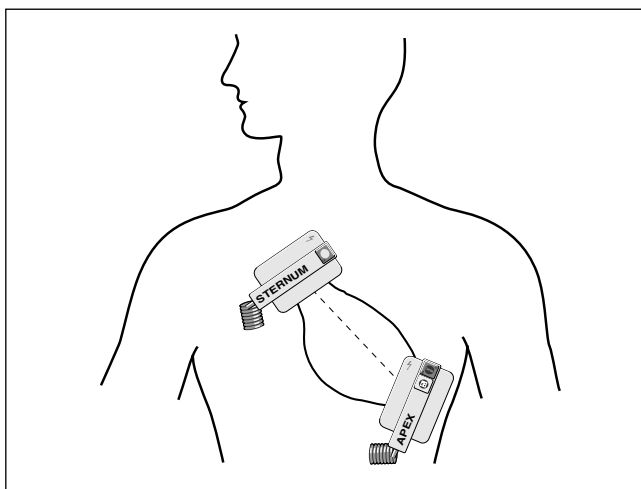

Bild 4-3. Aufsetzen der Defibrillationselektroden
- \* Setzen Sie die Elektroden so auf, daß ein möglichst großer Teil des Impulsstromes durch das Myokard fließt (die gedachte Verbindungslinie zwischen den beiden Elektrodenmittelpunkten sollte über der Herzmittellinie liegen; Bild 4-3).